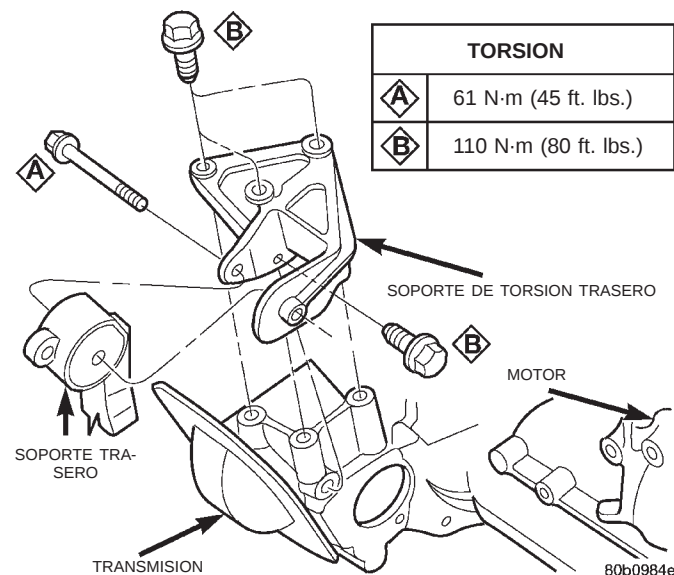

Fig. 18 Montaje del motor —Trasero del motor 2.4L
(1) Eleve el vehículo sobre un elevador.
(2) Retire el perno pasante (A) del soporte y ménsula traseros del motor (Fig. 18).
(4) Apriete el perno pasante (A) en el soporte trasero con una torsión de 61 N·m (45 lbs. pie) (Fig. 18).
(5) Baje el vehículo.